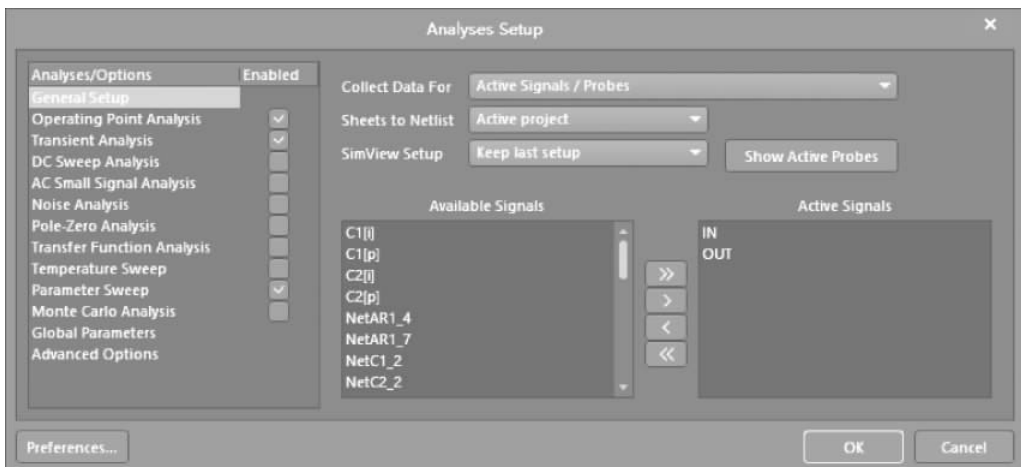

图 3-45 设置仿真参数界面 1
(1) 在 AD 主界面主菜单下选择 Design→Edit 'Mixed Sim' Setup。
(2) 打开如图 3-45 所示的 Analyses Setup(分析设置)界面。按下面参数设置。